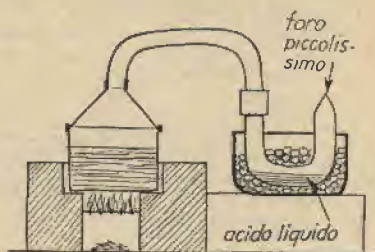

FIG. 2 - Apparecchio per la preparazione dell'acido fluoridrico concentrato.
Le due camme le farete secondo le indicazioni della fig. 2, e le metterete a posto in modo che tra l'una e l'altra rimanga circa 1 cm. di spazio. Fate attenzione alla loro porzione più lunga: essa deve esser
5) prendete poi gli altri 7 quadrati, e, con il medesimo procedimento, fatevi gli incassi illustrati nella fig. 2 della tavola A;